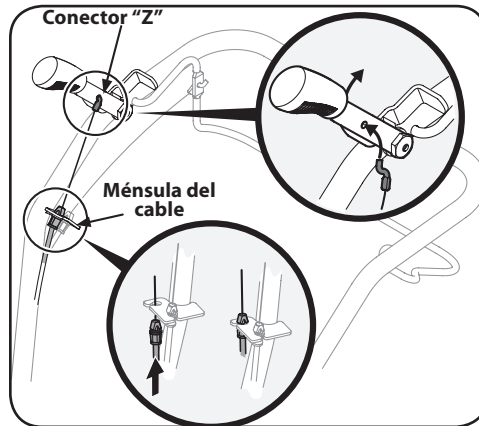

Figura 3-8
4. Tire el cable del embrague de marcha atrás (si lo tiene) con el accesorio rojo arriba a través del orificio superior del soporte del cable y empuje el conector del cable por el agujero hasta que la ranura en el conector encaje en su sitio. Vea la Figura 3-8.
5. Coloque el conector Z dentro del orificio en el mango del embrague de marcha atrás desde el interior del mango hacia el exterior. Vea la Figura 3-8.